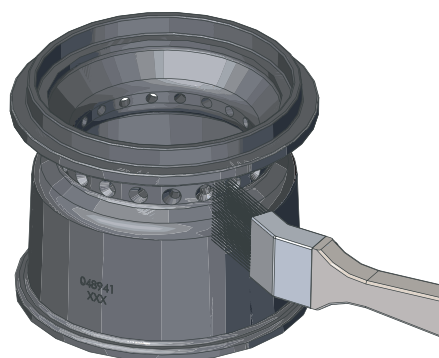
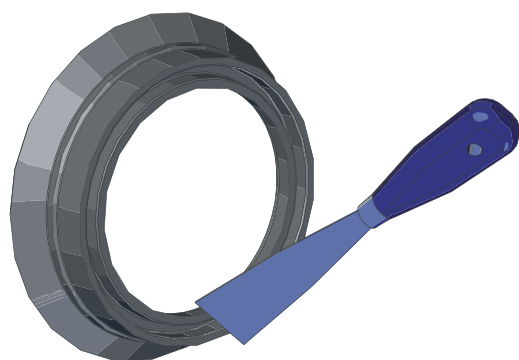

Fig. 54 Pulire il cono
Fig. 55 Pulire il cono
- ▶ Pulire i depositi dai coni su tutti i lati con un pennello o una spatola – Fig. 54, Fig. 55.